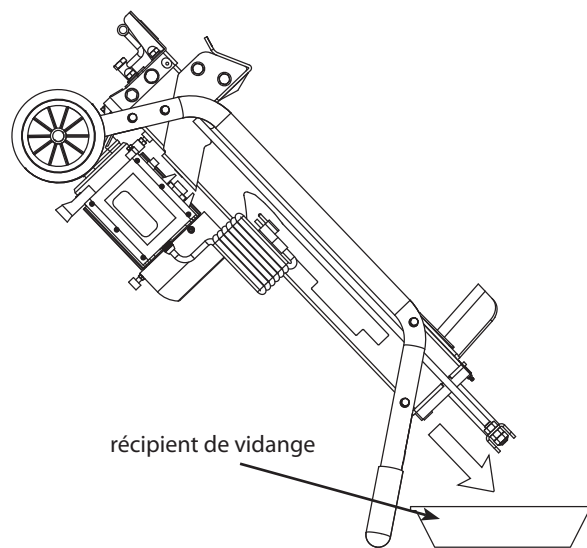

Figure 9
3. Basculer la fendeuse vers le côté des pieds d'appui au-dessus d'un récipient d'une capacité de 4 litres (1 gallon) ou plus pour vider le liquide hydraulique. **(VOIR FIGURE 9)**